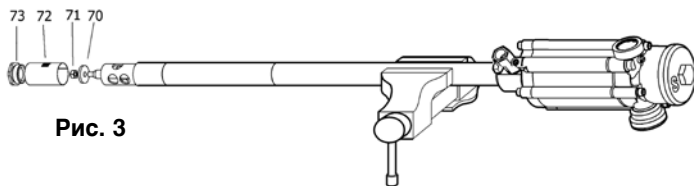

Рис. 3
2. Отвинтить держатель фильтра (73) от всасывающей трубы (69), снять фильтр (72), отвинтить гайку (71) и снять всасывающий клапан (70) (рис. 3).